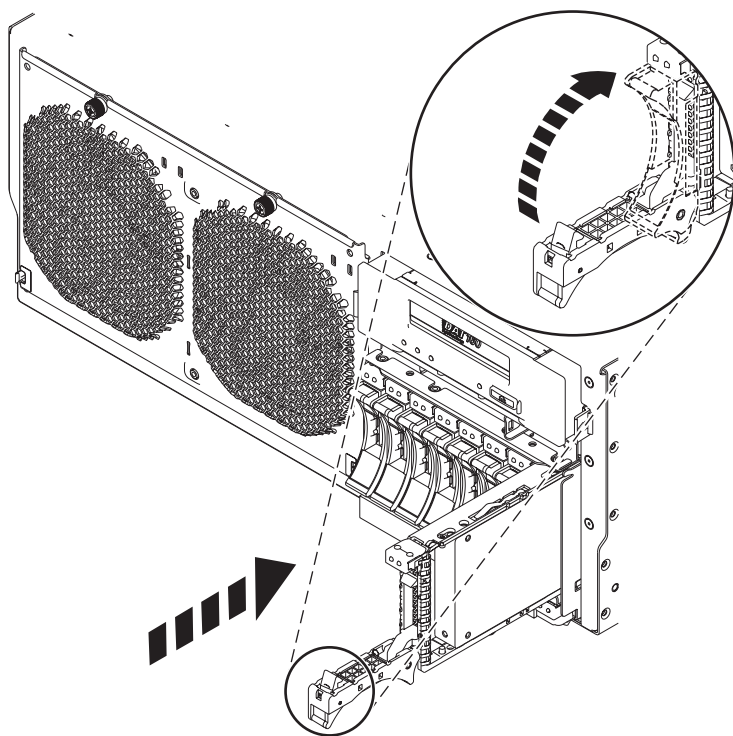

Figura 6. Instal·lació de la unitat de disc al sistema
7. Quan el LED d'identificació parpellegi, moveu la unitat fins al fons del sistema o de la unitat d'expansió i empenyeu la nansa de la unitat (A) fins que quedi encaixada, tal com es mostra a Figura 6.